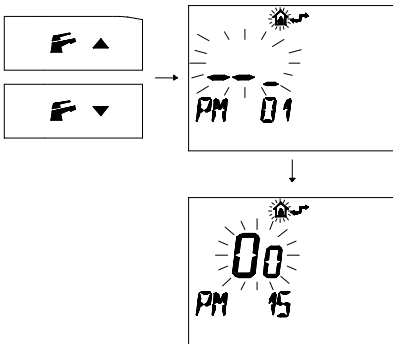

fig. 5.20
- 3 Premere i pulsanti $\leftarrow F \blacktriangle$ o $\leftarrow F \blacktriangledown$ per visualizzare la programmazione "PM 15" abilitazione della sonda esterna fig. 5.20